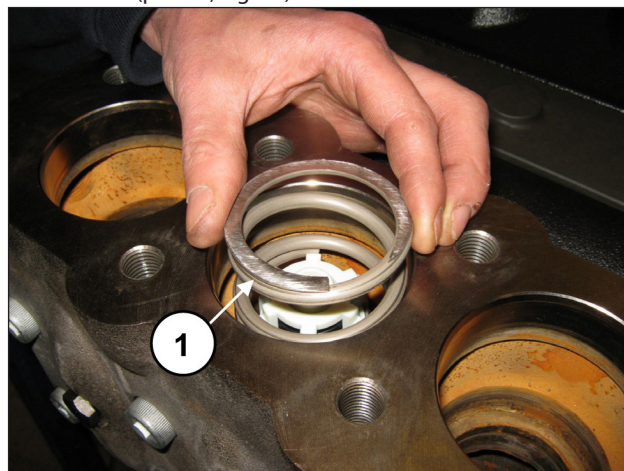

Fig. 99
Solte a mola (pos. ①, Fig. 99).